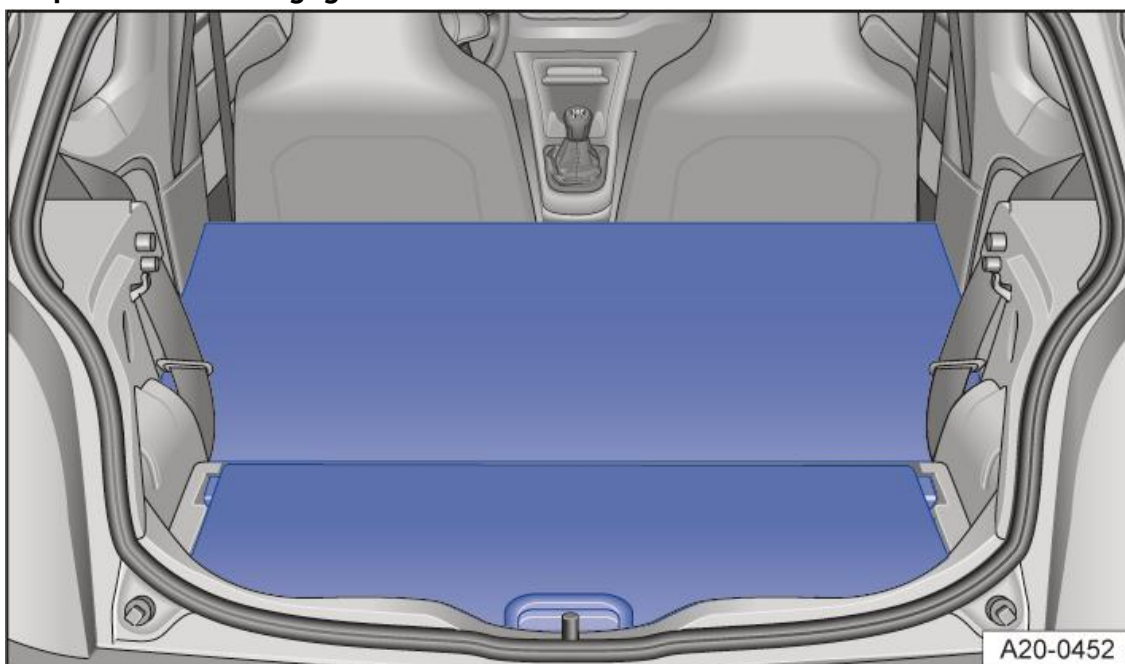

Fig. 4 Bagagliaio: bagagliaio ampliato in avanti
5. Ampliamento del bagagliaio in avanti → *fig. 4*.